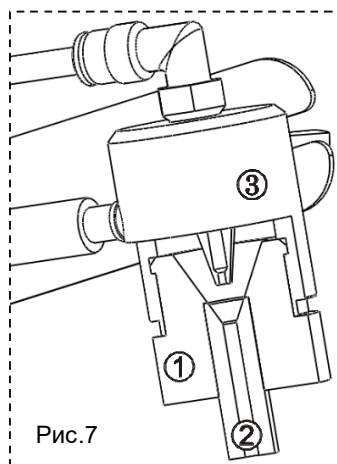

Рис.7
- **замена сопла** (рис.7) - вынуть носовую втулку (1), вытянуть изношенное сопло (2), слегка поворачивая его вокруг своей оси. Продуть сжатым воздухом носовую втулку и внутреннюю поверхность корпуса (3). Установить до упора новое сопло во втулку и втулку в корпус.